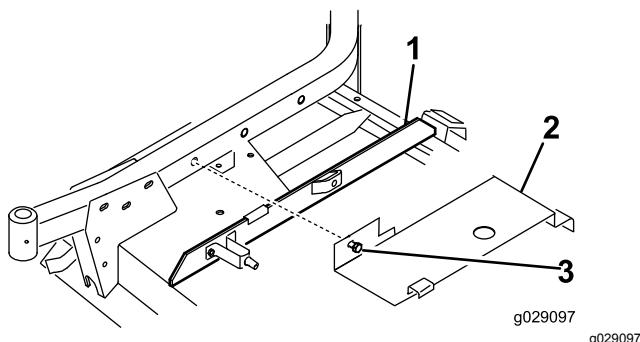

図 24
1. 右側ブリッジバーの上にトリムモールディングを差し入れ、スプリングブラケットの側面がトリムモールディングの遠い方のエッジから 10cm の距離になるように位置決めする 図 24。
2. カバー取り付けボルトを右キャスターアームの穴に入れ、デッキカバー 図 24 の後部を後チャネル